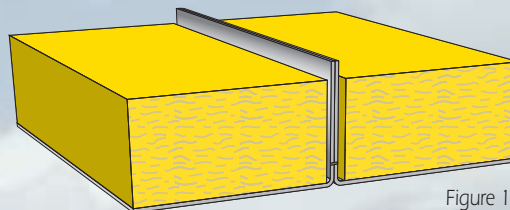

Figure 1
- un premier agrafage, le plus près possible du pli, est réalisé à raison d'une agrafe tous les 20 cm environ (fig. 1),